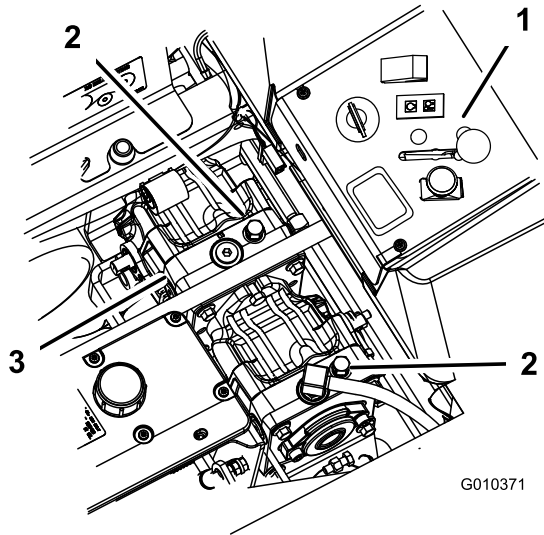

Figure 39
3. Tournez les vannes de dérivation d'un tour dans le sens antihoraire pour pousser la machine (Figure 39).
Tournez les vannes de dérivation d'un tour dans le sens horaire pour conduire la machine (Figure 39).